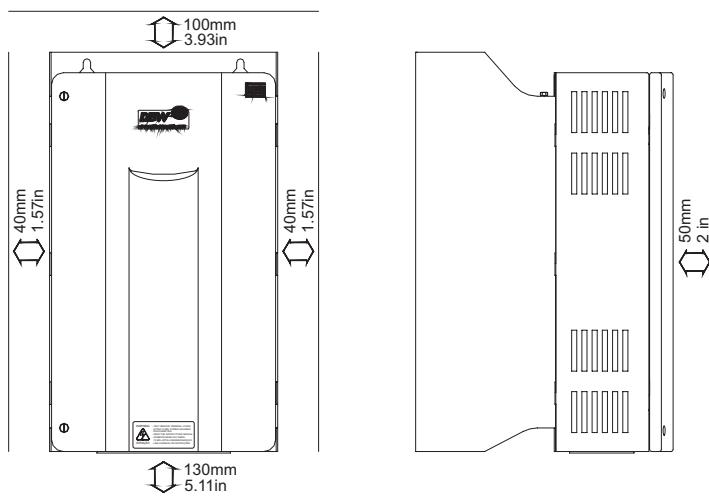

Figura 1: Espaços Livres para Ventilação
Passo2 Posicione o módulo deixando espaço livre ao seu redor, como na figura 1;